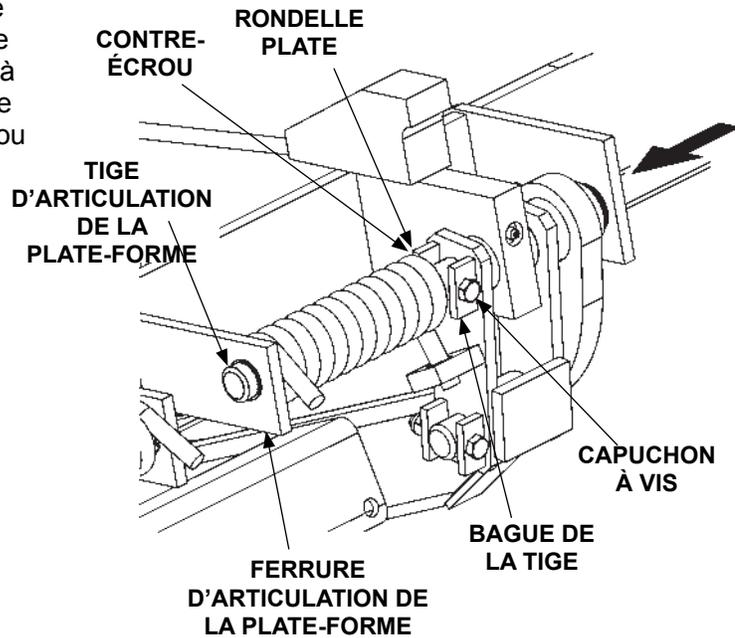

FIG. 22-1
6. Poussez la tige d'articulation de la plate-forme vers l'intérieur dans la bonne position à travers la ferrure d'articulation de la plate-forme (FIG. 22-1). Alignez le trou de la tige d'articulation de la plate-forme avec le trou dans la bague de la tige. Réinstallez le capuchon à vis à travers la bague de la tige et sécurisez-le avec une rondelle plate et un contre-écrou (FIG. 22-1).